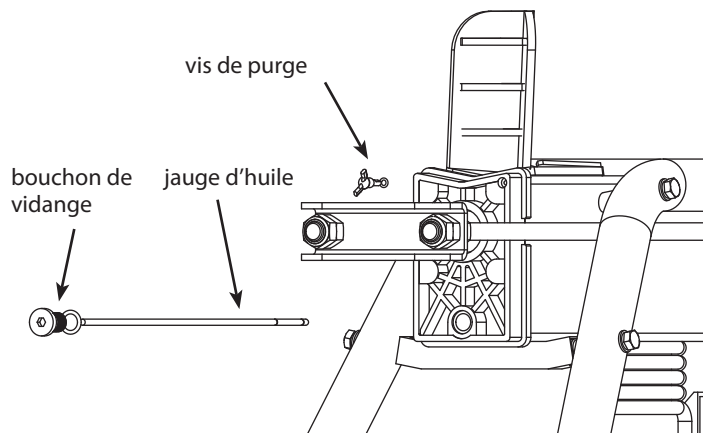

Figure 2
**AVANT D'UTILISER LA FENDEUSE DE BÛCHES, DESSERRER LA VIS DE PURGE DE 3 À 4 TOURS POUR QUE L'AIR PUISSE ENTRER ET SORTIR AISÉMENT DU RÉSERVOIR D'HUILE. L'ÉCOULEMENT D'AIR À TRAVERS L'ORIFICE DE LA VIS DE PURGE DOIT ÊTRE DÉTECTABLE DURANT LA MARCHÉ DE LA FENDEUSE DE BÛCHES. AVANT DE DÉPLACER LA FENDEUSE DE BÛCHES, S'ASSURER QUE LA VIS DE PURGE EST SERRÉE POUR ÉVITER TOUTE FUITE DE LIQUIDE À CET ENDROIT. (VOIR FIGURE 2)**